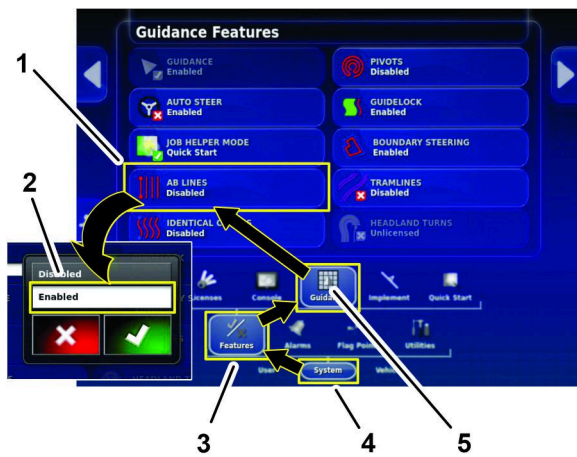

Bild 157
1. Drücken Sie das Symbol SYSTEM, FUNKTIONEN und das Symbol FÜHRUNG (Bild 157).
2. Tippen Sie auf das Symbol AB-LINIEN (Bild 157).
3. Tippen Sie im Dialogfenster auf das Symbol AKTIVIEREN und dann auf das Bestätigen-Symbol (Bild 157).